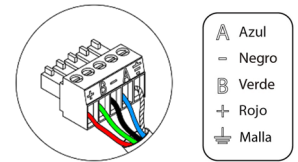

Fig. 41
Para la conexión al bus de conexión Airzone de la central ⑥ dispone de 1 borna de 5 pines. Fije los cables con los tornillos de la borna respetando el código de colores (Fig. 41).